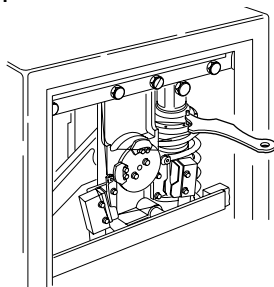

Рис.12
- Настройте предустановочную кольцевую гайку, используя поставляемый гаечный ключ, как показано на рис.12. Стрела считается правильно отрегулированной, когда она достаточно устойчива в положениях 0° и 90°. Если стрела склоняется к закрытию, поверните гайку по часовой стрелке. Если стрела склоняется к открытию, поверните гайку против часовой стрелки.